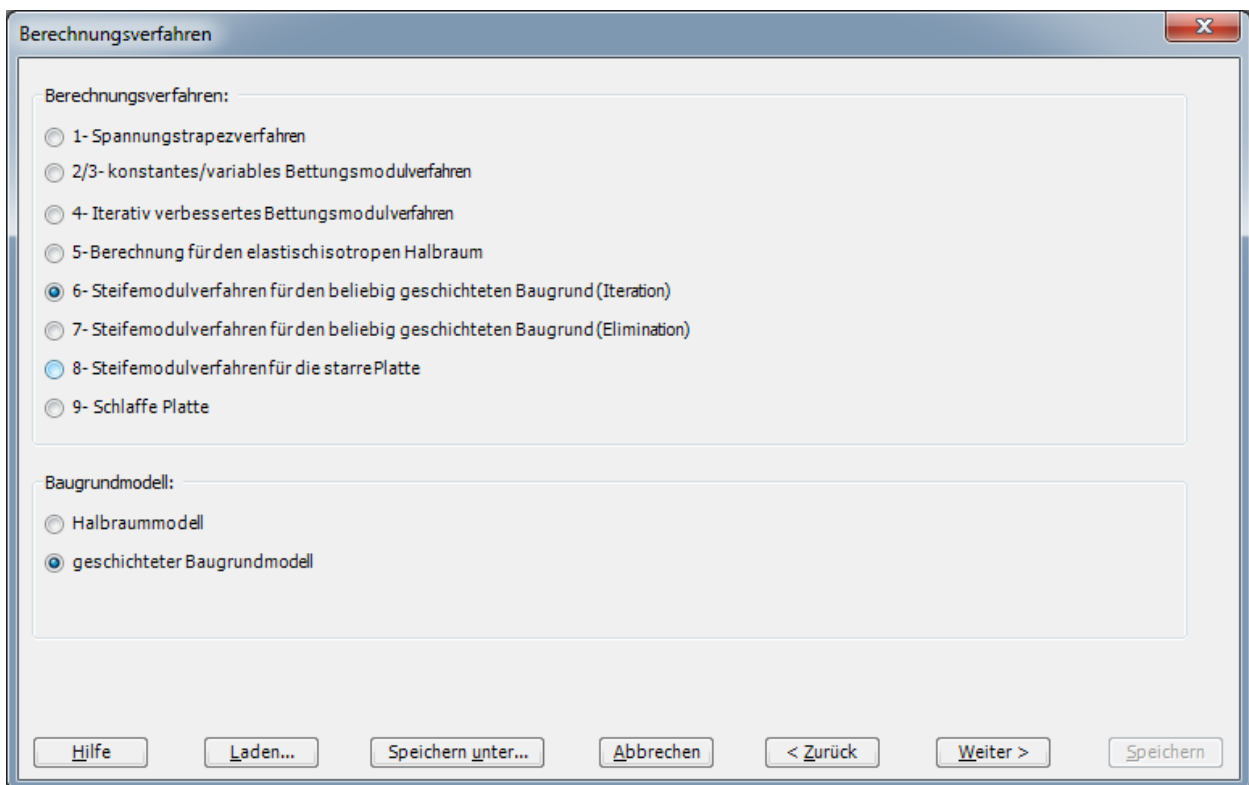

Bild 13.3 Menü "Berechnungsverfahren"
Danach erscheint das Menü "Berechnungsverfahren" (Bild 13.3).
- Wählen Sie das Berechnungsverfahren "6-Steifemodulverfahren für den beliebig geschichteten Baugrund (Iteration)", wie in Bild 13.3 gezeigt